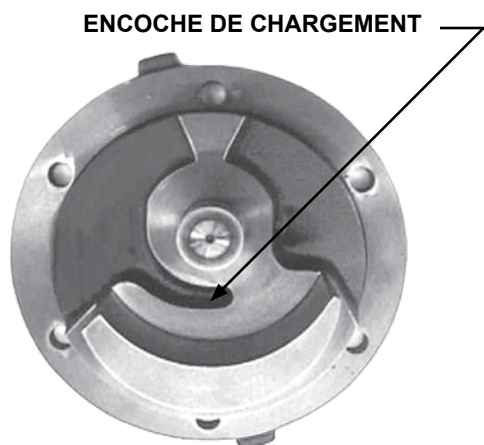

FIGURE 3
Voir **FIGURE 3**. Les pompes Viking 4076/4176 sont directionnelles en raison de l'encoche de chargement dans la tête. Si le sens de rotation doit être inversé, l'ensemble tête et broche doit être changé et la soupape de décharge de la pompe doit être inversé afin que le capuchon de la vis de réglage pointe toujours vers le côté aspiration de la pompe. Le sens de rotation standard est le sens horaire, vu depuis le côté arbre.
8. **POMPES KE et KKE :** Garnir le roulement à bille de graisse et l'enfoncer à la main ou à la presse dans le corps de palier. Voir **FIGURE 3** à la page 2.